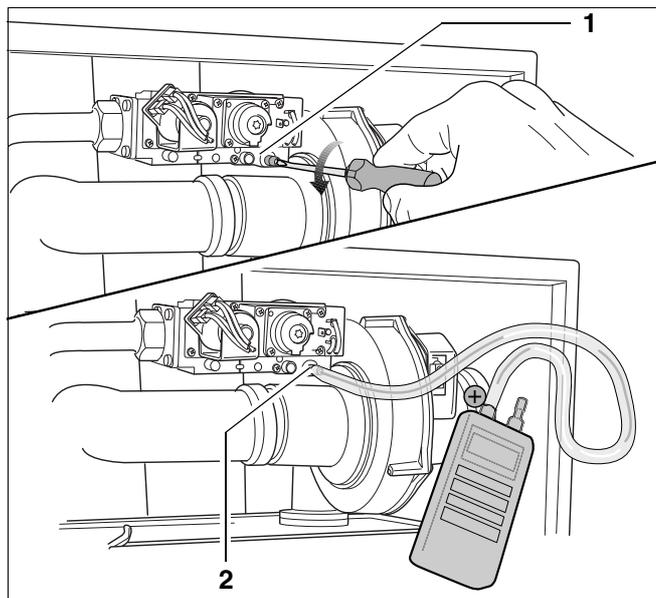

Fig. 83 Controllare il rapporto gas/aria
- Allentare di 2 giri la vite di chiusura del nippel di prova della pressione del bruciatore (fig. 83, **pos. 1**).
- Collegare il collegamento positivo dell'apparecchio per la misurazione della pressione al nippel di prova della pressione del bruciatore mediante un tubo flessibile (fig. 83, **pos. 2**).